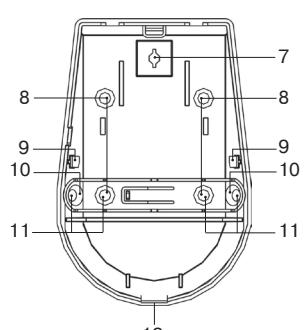

Рисунок 2 – Конструкция «Пирон-4РК»
Крышка корпуса с печатной платой представлены на рис. 2 а).
- контакты RESET (3);
- датчик вскрытия (4);
- держатель (5) батареи;
- батарея литиевая CR123A (6) с изолятором.
- В основании корпуса (рис. 2 б) имеются:
- отверстие для крепления основания к кронштейну (7);
- отверстия для монтажа на стене (8);
- фиксаторы платы извещателя (9)
- отверстия для монтажа в углу (10);
- отверстия фиксатора датчика отрыва (11);
- отверстие для фиксатора крышки (12).
- просверлите в основании корпуса отверстия (рис. 2 б), которые будут использоваться для крепления извещателя;